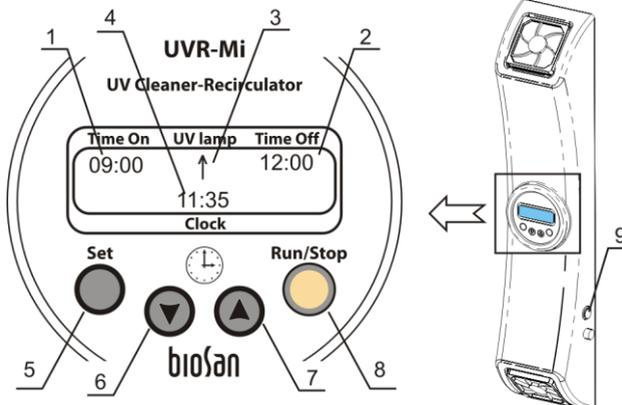

Fig.4 Panneau de configuration
- 4.2. Mettez sous tension en positionnant sur I l'interrupteur d'alimentation (fig.4/9) situé sur la face latérale de l'appareil.
- Début de la recirculation du flux d'air en mode automatique - **Time On** (fig.4/1);
- Fin de la recirculation du flux d'air en mode automatique - **Time Off** (fig.4/2);
- Indicateur de fonctionnement du recirculateur UV - **UV lamp** (fig.4/3);
- Temps réel - **Clock** (fig.4/4).
- 4.4. Maintenez la touche **Set** (Fig. 4/5) appuyée pendant plus de 6 secondes pour activer le mode de réglage du minuteur et de l'horloge. Choisissez le paramètre **Clock** (le paramètre actif clignote; à chaque fois que vous pressez la touche **Set**, le paramètre suivant s'affiche).
- 4.5. Utilisez les touches ▲ (Fig.4/6) et ▼ (Fig.4/7) pour programmer la valeur requise (remarque: pressez la touche pendant plus de 2 s pour accroître la vitesse de modification des valeurs).
Appuyez sur la touche **Run/Stop** (fig.4/8) pour commencer ou arrêter la recirculation (l'intervalle de temps en mode automatique a priorité sur le mode manuel).
Pendant le fonctionnement du recirculateur, le symbole "†" s'affiche sur l'écran (fig.4/3).
- 4.8.1. Maintenez la touche **Set** (Fig.4/5) appuyée pendant plus de 6 secondes, puis sélectionnez le paramètre **Time On** (fig.4/1) (début de la recirculation). En utilisant les touches ▲ et ▼, réglez la valeur pour le début en commençant par l'heure, puis, en appuyant sur la touche **Set**, les minutes.
- 4.8.2 Lorsque l'heure de début est programmée, passez au réglage du paramètre **Time Off** (Fig. 4/2) et entrez les valeurs requises de la même manière.
Attention! Si vous maintenez la touche Set (Fig 4/5) appuyée pendant plus de 10 secondes lorsque vous êtes en mode de durée de fonctionnement de la lampe, le minuteur indiquant la durée de fonctionnement de la lampe sera remis à zéro.